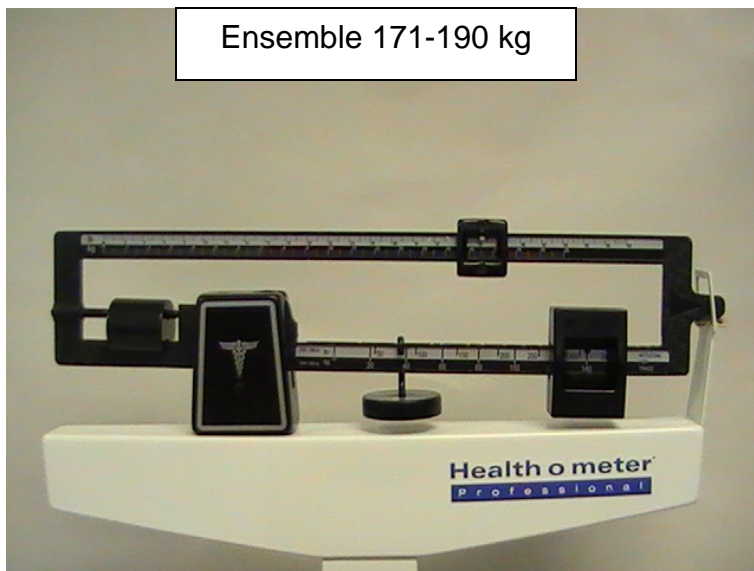

Figure 19
5. Lorsqu'un patient pèse entre 171-190 kg, placez le curseur inférieur à 140 kg. (voir la figure 19 à la page 20)